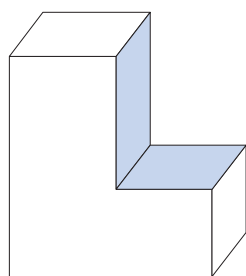

Afb. 8
- Breng eerst de hoek van de dakschuine met een isolatieplaat (zie versteksnedes) over op de snijdraad van de hoeksnijder. Plaats hiervoor de afgesneden isolatieplaat (versteksnode) op de steunen en leid de hoeksnijder naar de hoek. Gebruik de verstekhulp van de hoeksnijder om de hoek over te nemen (pos. 3, afb. 8). De hoek kan ook direct met de duimstok op de verstekhulp van de hoeksnijder (pos. 3, afb. 8) worden overgebracht.
- Vervolgens brengt u de hoek over op de snijddraad: schuif de hoeksnijder terug naar de uitgangspositie. Maak de schroef voor de hoekruiter (pos. 33, afb. 8) en de draadspanruiter (pos. 34., afb. 8) los, lijn de draad in de diagonalen zodanig uit dat deze parallel met de isolatieplaat en de verstekhulp loopt.
- Draai de schroef voor de hoekruiter (33) weer vast aan.
- Span de draad met de draadspanruiter (34), trek deze naar boven totdat de draad voldoende is gespannen en zet de ruiter weer vast.